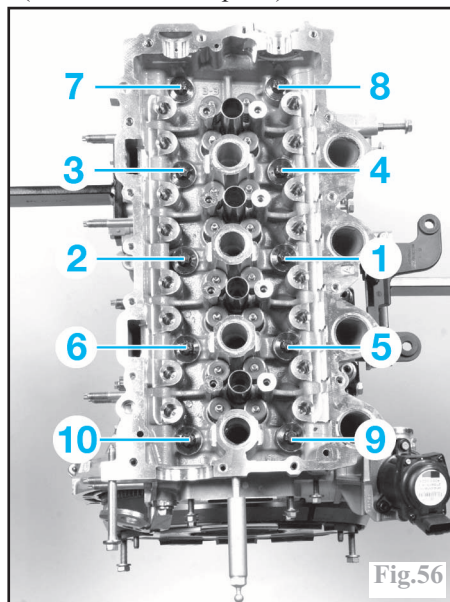

Fig.56
-serrer les vis de culasse en respectant l'ordre (Fig.56) et le couple de serrage (voir "Caractéristiques").